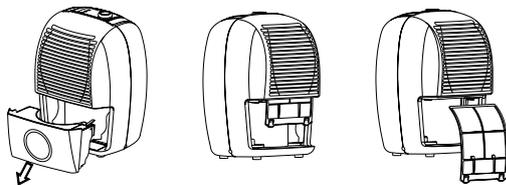

Рис. 7.
- Возьмитесь за нижнюю часть фильтра и потяните его вниз (см. Рис. 7). Очистите фильтр при помощи теплой, мыльной воды. Прополощите фильтр и дайте ему просохнуть перед обратной установкой. Не чистите фильтр в посудомоечной машине.